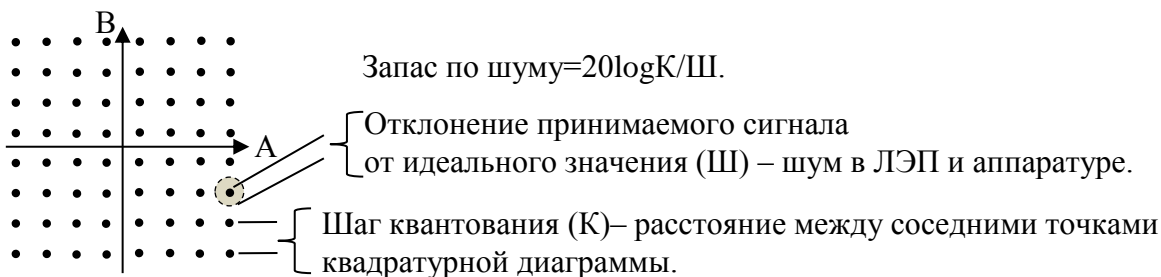

Рис. 8. *Запас по шуму*: пример сигнального созвездия для 64 QAM (n=6).
**Примечание.** OFDM (Orthogonal Frequency-Division Multiplexing) – модуляция, при которой сигнал представляется группой несущих синусоидальных сигналов с частотами, кратными одному значению. Модуляция выполняется периодическим изменением амплитуды и фазы несущих сигналов. Способ, применяемый при демодуляции, обеспечивает подавление влияния несущих сигналов друг на друга (ортогональность). QAM (Quadrature Amplitude Modulation) – модуляция, при которой сигнал представляется суммой двух синусоидальных сигналов одной частоты со сдвигом фаз 90°, каждый из которых модулируется по амплитуде своим сигналом. Пример квадратурной диаграммы сигнального созвездия 64QAM дан на рис. 8.
- **запас по шуму** (рис. 8) – отношение шага квантования к среднеквадратическому значению шума для несущих сигналов OFDM;